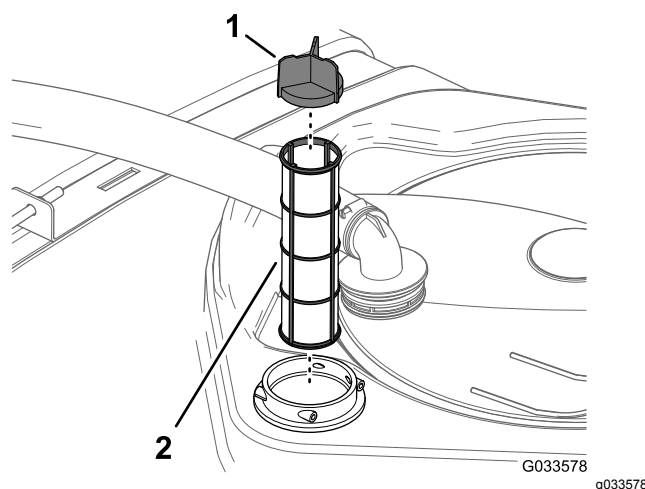

Рисунок 47
4. Извлеките фильтр линии всасывания из его корпуса в баке (Рисунок 47).